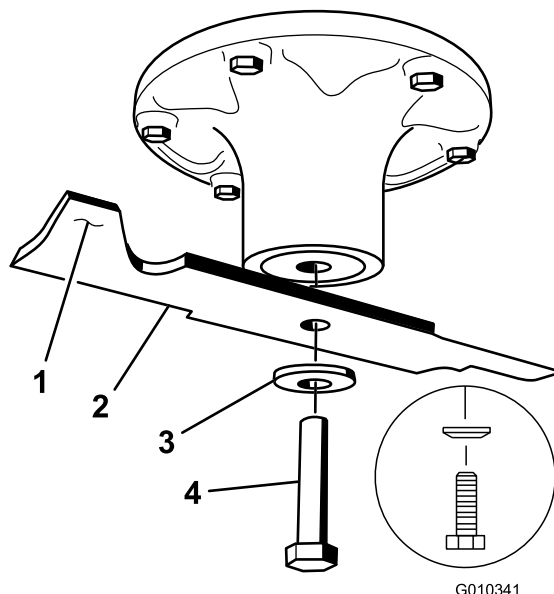

Figura 66
Sujete el extremo de la cuchilla usando un trapo o un guante grueso. Retire del eje el perno de la cuchilla, la arandela curva y la cuchilla (Figura 66).
puede utilizarse. Si la cuchilla no está equilibrada, rebaje algo el metal en la parte de la vela solamente (Figura 66). Repita este procedimiento hasta que la cuchilla esté equilibrada.
1. Instale la cuchilla en el eje (Figura 66).
2. Instale la arandela de muelle y el perno de la cuchilla. El cono de la arandela de muelle debe estar orientado hacia la cabeza del perno (Figura 66). Apriete el perno de la cuchilla a 135-150 Nm.